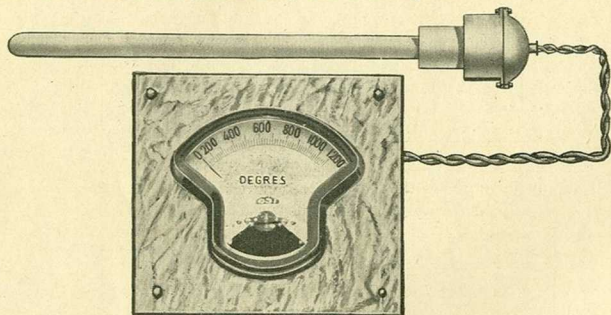

Fig. 12. — Pyromètre C. A. I. Industriel avec galvanomètre à cadran 0-1200° C.
A. Galvanomètre à cadran (fig. 12) en boîtier isolant : cadre mobile, système DEPRez D'ARSONVAL, aiguille lamellaire. Cet instrument convient pour le contrôle des travaux courants de laboratoires et d'ateliers. L'exactitude des mesures est garantie à  $\pm$  ou  $- 2$  % près.